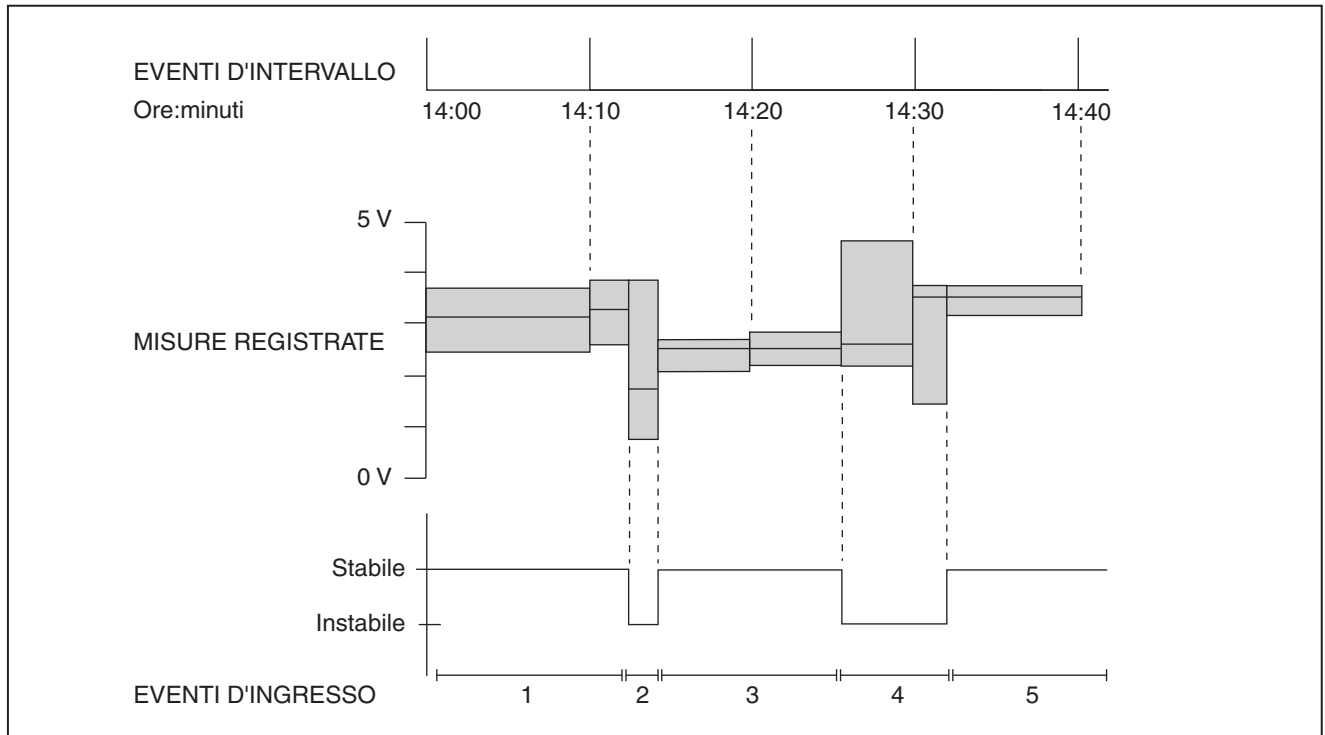

Figura 2. Eventi d'intervallo ed eventi d'ingresso
Gli eventi d'ingresso possono essere *stabili* o *instabili*. Quelli stabili contengono misure che ricadono entro i limiti delle impostazioni specificate.; gli eventi instabili contengono misure che sono fuori di tali limiti. Vedi Figura 2.
- Gli *eventi intervallo* vengono registrati al termine dell'intervallo di registrazione definito dall'utente. Si può pensare a tali eventi come composti da una serie di misure divise in sezioni temporali. Vedi Figura 2.